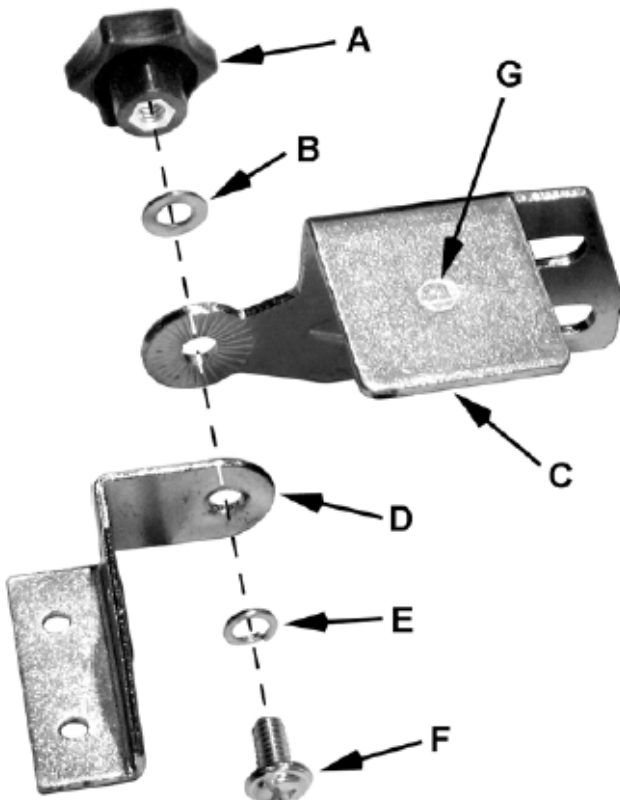

Рис.1
- 2 Скоба (D) (см. примечание)
- 2 Ручка замка (A)
- 2 Искрогаситель (C) (см. примечание)
- 2 1/4"x1/2" Винт (F)
- 2 1/4" Шайба (B)
- 2 1/4" Шайба-гровер (E)
Примечание: Скоба (D) и искрогаситель (C) имеют маркировку «L» (G, Рис.1) для левой стороны и «R» для правой стороны.
- 1 Соберите левый искрогаситель и скобу экрана согласно Рис.1 они имеют маркировку «L»
Примечание: Подручники бывают, левый и правый см. рис. 1 чтобы гарантировать правильность их установки.